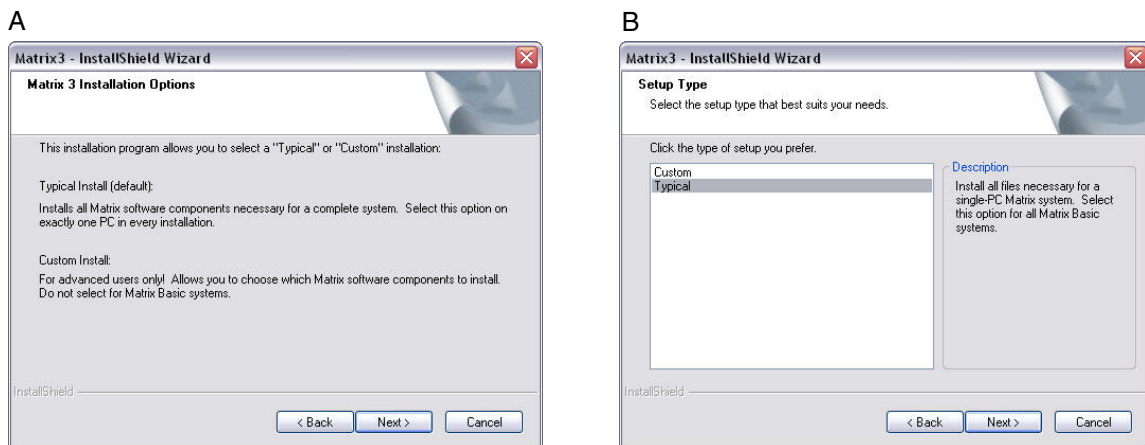

图 5
5. 在单击“下一步”接受许可协议之后，显示图 5 中所示的安装选项屏幕（A）。该屏幕描述可供选择的两种安装选项。
在单击“下一步”之后，显示安装方式屏幕图 5（B）。该屏幕用于选择您所需要的安装方式。